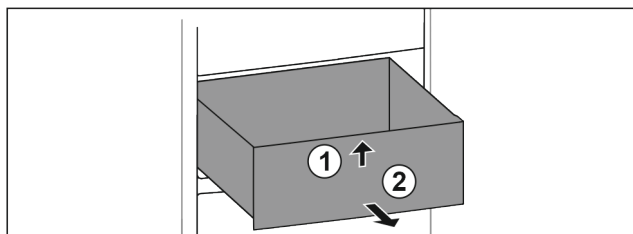

Fig. 131
- Podignite ladicu sprijeda. Fig. 131 (1)
- Izvadite ladicu prema naprijed. Fig. 131 (2)